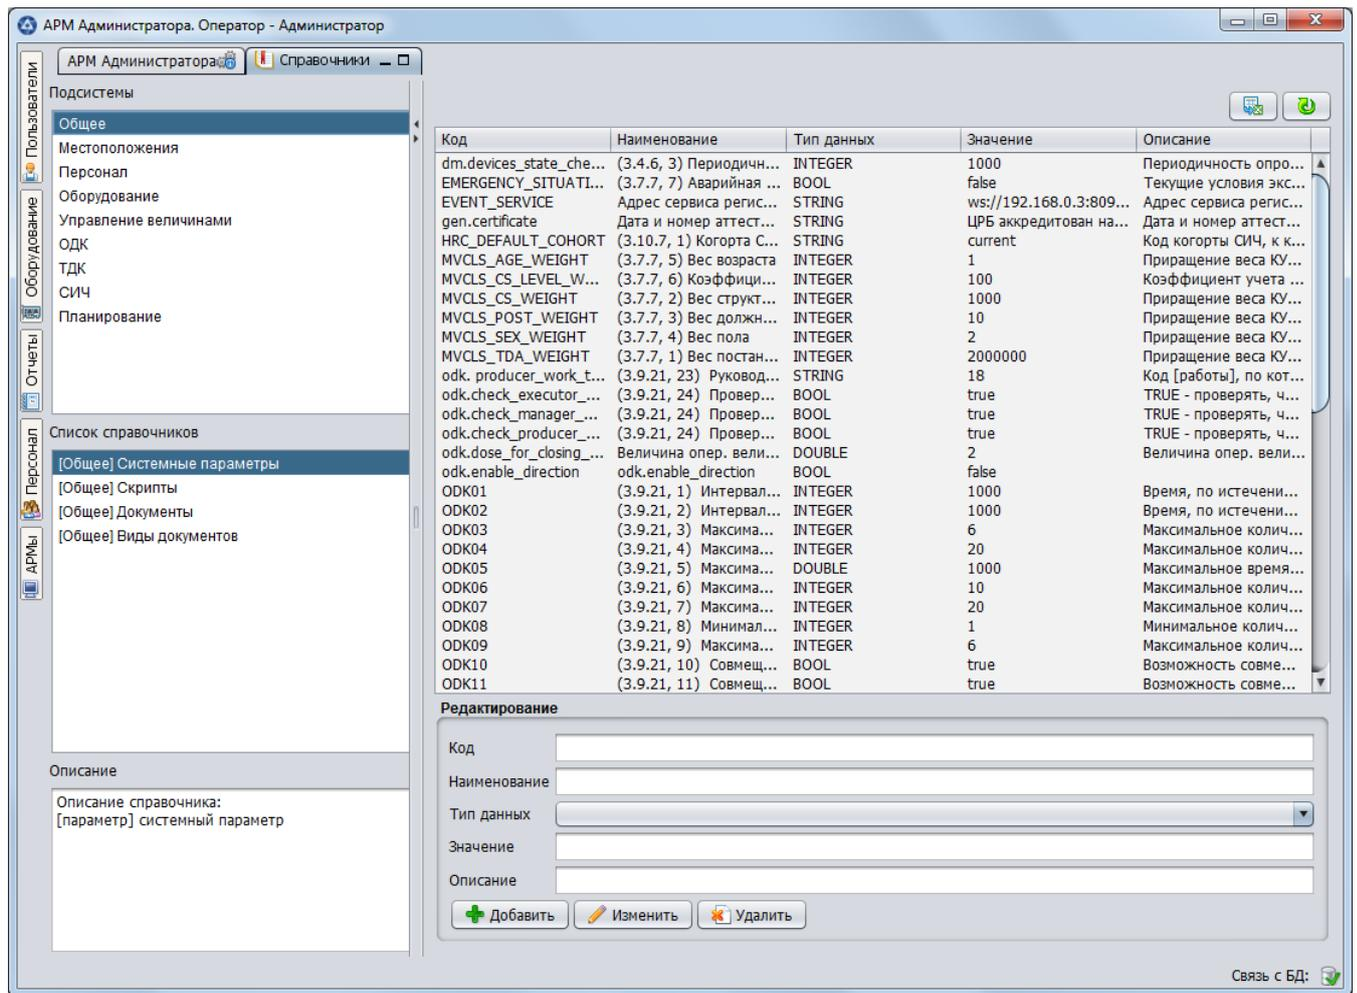

Рисунок 3
3.4.1.1. Панель «Справочники» предназначена для поддержания в актуальном состоянии данных справочников. Состав панели «Справочники» приведен на рис. 3.
3.4.5.1. Панель «Персонал» предназначена для быстрого поиска и просмотра информации о персонале, зарегистрированном в БД. Состав панели «Персонал» приведен на рис. 3.